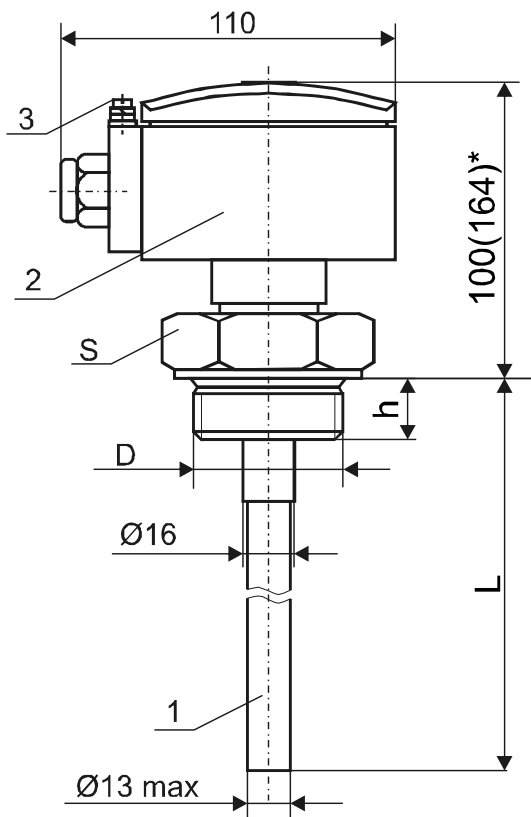

Рисунок 1
1.3.1 Датчик (рисунок 1) состоит из чувствительного элемента 1 различных конструктивных исполнений (таблица 2), корпуса 2 с крышкой и электронного модуля, расположенного внутри корпуса. Для датчиков предусмотрен зажим заземления 3 типа ЗВ-С-4х12 по ГОСТ 21130-75.